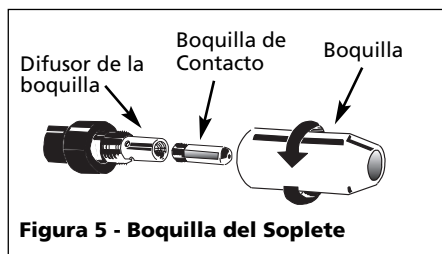

Figura 5 - Boquilla del Soplete
Nota: Antes de instalar el alambre de soldar, asegúrese de que el diámetro de éste coincida con la ranura en la bobina del mecanismo de alimentación de alambre y que el tamaño del alambre coincida con la punta de contacto en el extremo de la pistola (vea la Figura 5). Cualquier desigualdad puede provocar que el alambre resbale, se trabe o suelde mal.
6. Remueva la boquilla girándola en el sentido de las manillas del reloj cuando se tira de ella hacia afuera. Luego desenrosque la punta de contacto desde el extremo del soplete. (Vea la Figura 5). Conecte la soldadora a un tomacorrientes adecuado.
sentido de las manillas del reloj y empújela. (Vea la Figura 5). Corte el alambre aproximadamente 6,4mm del extremo de la boquilla.
- Remueva la boquilla girándola en el sentido de las manillas del reloj cuando se tira de ella hacia afuera. Luego desenrosque la punta de contacto desde el extremo del soplete. (Vea la Figura 5). Conecte la soldadora a un tomacorrientes adecuado.
- Cuidadosamente coloque la boquilla de contacto sobre el alambre y atornillela al extremo del soplete. Instale la boquilla girándola en el sentido de las manillas del reloj y empújela. (Vea la Figura 5). Corte el alambre aproximadamente 6,4mm del extremo de la boquilla.